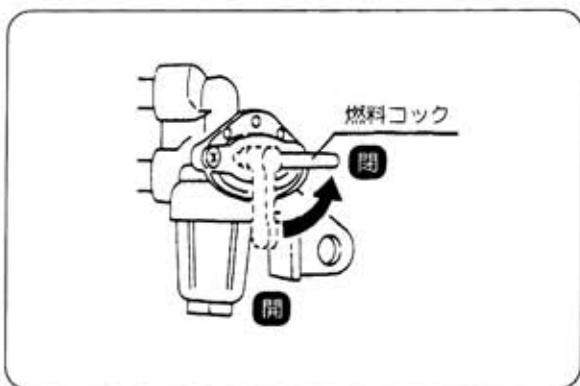

図54
- ④カバーをかけ、湿気やホコリの少ない場所に置いてください。
■燃料の抜取り(図54)